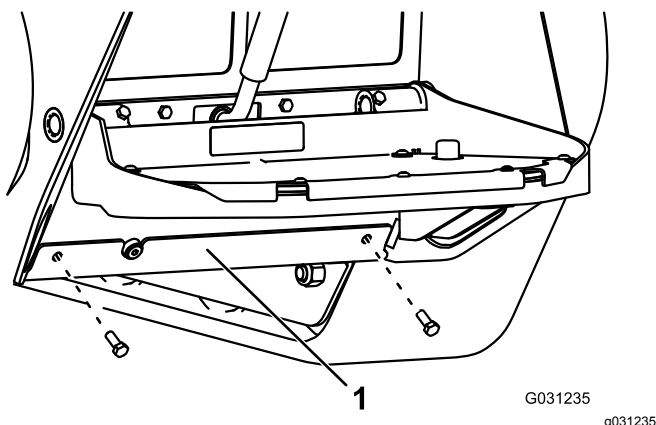

Figure 75
4. Enlevez les 2 boulons de fixation de la plaque inférieure et déposez la plaque (Figure 75).
8. Posez la plaque inférieure (Figure 75).